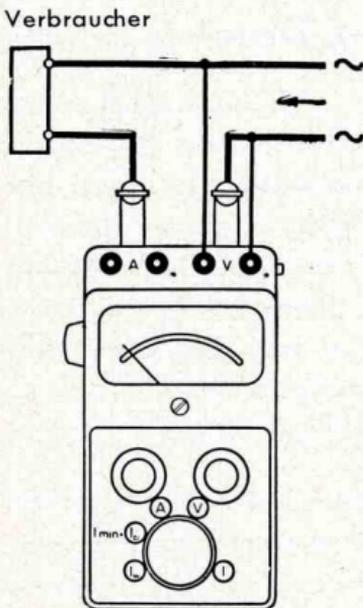
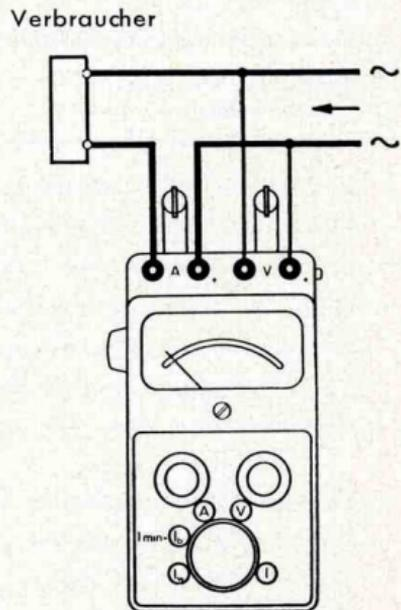

Bild 12
Bild 13
Zur Blind- und Wirkstrommessung in Einphasen-Wechselstromnetzen werden Strom- und Spannungspfad am Multivi  $\varphi$  **gleichzeitig** entsprechend den nachstehenden Schaltbildern angeschlossen (Bild 12...16).
3. Strom an die Starkstrom-Klemmschrauben legen (Bild 12). Nur wenn der zu erwartende Strom bestimmt kleiner als 1,5 A ist, wird sogleich an den A-Klemmen angeschlossen (Bild 13).
Sollte es sich beim Messen, wenn die Starkstrom-Klemmschrauben benutzt werden, herausstellen, daß der Strom kleiner als 1,5 A ist, dann ist auf die A-Klemmen umzuklemmen (Bild 13). **Vorher** muß der Strom-Meßbereichwähler jedoch auf 1,5 A gestellt werden!